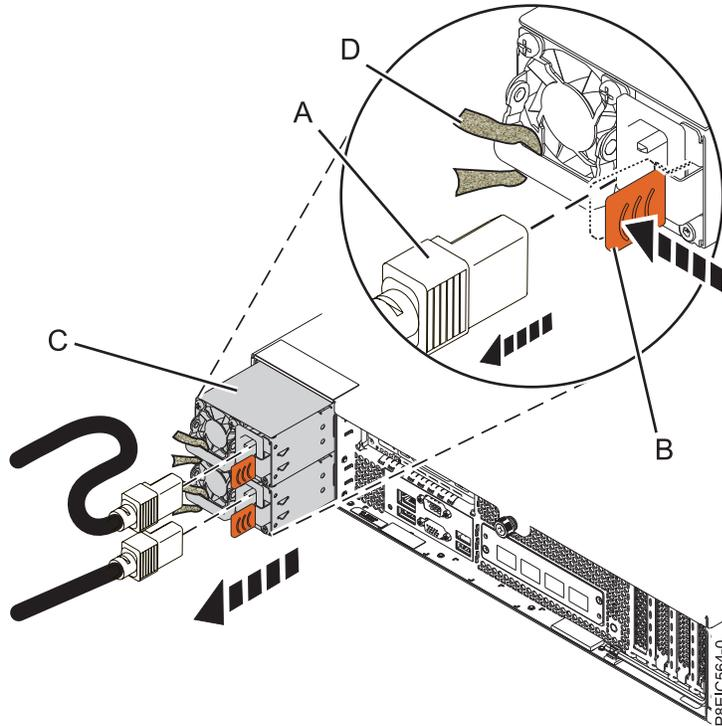

Abbildung 58. Ausbau eines Netzteils aus dem System
- a. Drücken Sie in die angezeigte Richtung auf die Sperrzunge (**B**), um das Netzteil aus seiner Position im System zu lösen. Siehe Abb. 58 auf Seite 53.